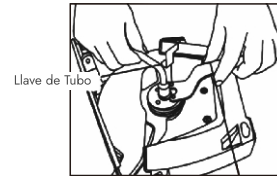
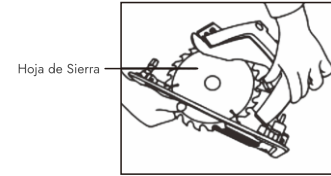
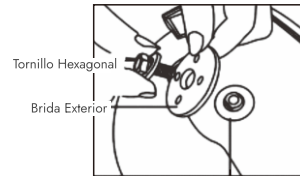

Fig 1 Llave de dos Pies
Fig 2
Fig 3 Sujeción de las Aletas
Desmontaje o instalación de la hoja de sierra (Fig1 & Fig2 & Fig3)
1. Afloje el tornillo de sujeción de la guía de profundidad de la brida y mueva la base hacia arriba o hacia abajo. En la profundidad de corte deseada a partir de la obtención de la escala, asegure la base apretando el tornillo de apriete (tornillo de apriete delantero y tornillo de apriete trasero). (Fig. 3)